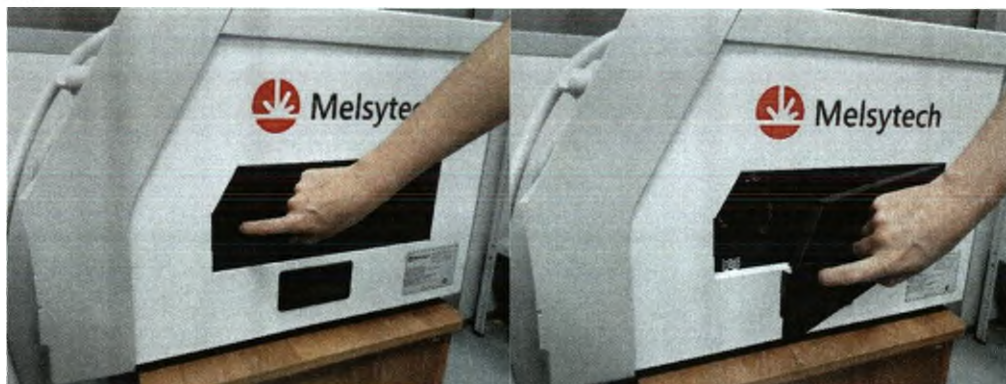

Рис.16.6 – Открытие дверцы Прибора
16.7.1 Для замены воздушных фильтров нажмите на кнопку и потяните дверцу на себя (рис. 16.6).